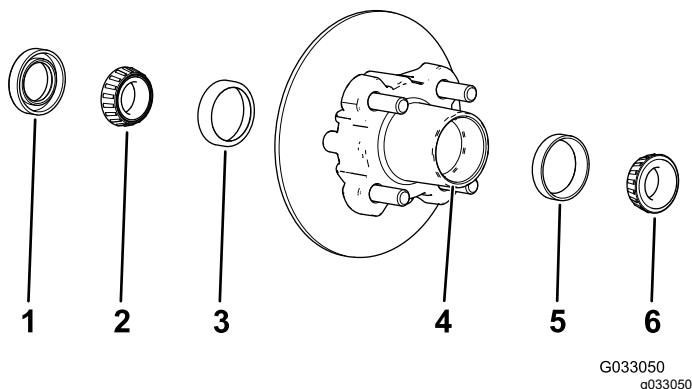

Figura 33
1. Rimuovete il cuscinetto esterno e il relativo anello dal mozzo (Figura 33).
2. Rimuovete la guarnizione e il cuscinetto interno dal mozzo (Figura 33).
5. Pulite la cavit  del mozzo da tutto il grasso, la sporcizia e i detriti (Figura 33).
7. Riempite la cavit  del mozzo per il 50–80% di grasso specificato (Figura 33).
8. Montate il cuscinetto interno sull'anello sul lato interno del mozzo e montate la guarnizione (Figura 33).